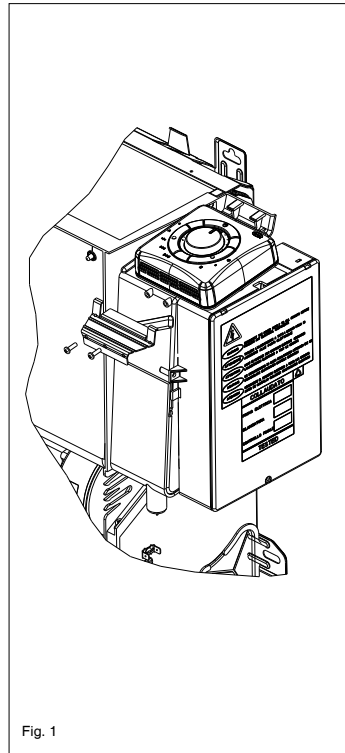

Fig. 1
- Access the upper part of the electrical panel positioning the control as shown in figure 1. It has to be inserted in the dedicated tabs and secured with the two screws provided.
- Setzen Sie die Steuerung, wie in Abb. 1 dargestellt, in den oberen Teil des Steuerungskastens ein. Sie muss auf die dafür vorgesehenen Flachstecker aufgesetzt und mit den zwei mitgelieferten Schrauben gesichert werden.
- Accedere alla parte superiore del quadro elettrico posizionando il comando come da fig. 1, inserendolo nelle apposite linguette e bloccandolo con le due viti in dotazione.
- Acceder a la parte superior del cuadro eléctrico colocando el mando tal como se muestra en la fig. 1, insertándolo en las lengüetas correspondientes y sujetándolo con los dos tornillos suministrados.
- Accéder à la partie supérieure du tableau électrique en plaçant la commande comme le montre la fig. 1, en l'introduisant dans les languettes correspondantes et en la bloquant avec les vis fournies à cet effet.